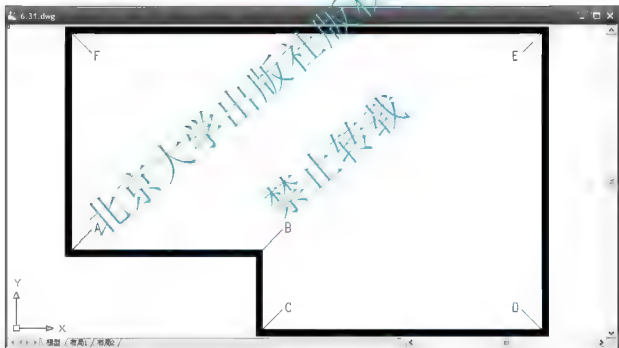
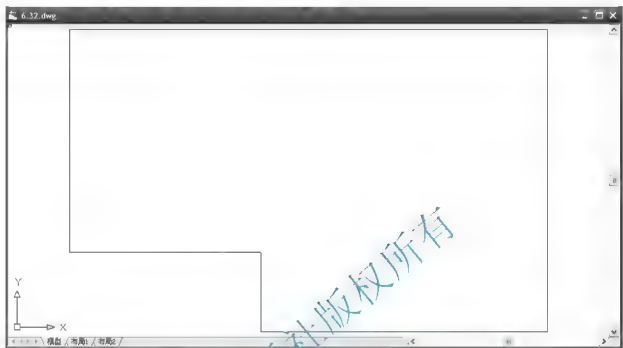

图 6.31 调整视图为俯视图
图 6.32 绘制屋面的轮廓
(1) 改变当前图层: 建立【屋面】图层并将其设为当前层, 然后将【门窗框】、【玻璃】、【勒脚】、【墙线】和【轴线】图层关闭。
(2) 选择菜单栏中的【视图】|【二维视图】|【俯视】命令, 将视图调整为俯视图状态, 结果如图 6.31 所示。
(1) 在命令行输入“PL”后按 Enter 键, 启动【多段线】命令。
(2) 在指定起点: 提示下, 捕捉如图 6.31 所示的 A 点作为多段线的起点, 当前线宽为 0mm。
(3) 在指定下一个点或 [圆弧(A)/半宽(H)/长度(L)/放弃(U)/宽度(W)]: 提示下, 依次捕捉图 6.31 中的 B、C、D、E 和 F 点。
(4) 在指定下一点或 [圆弧(A)/闭合(C)/半宽(H)/长度(L)/放弃(U)/宽度(W)]: 提示下, 输入“C”后按 Enter 键。
(5) 将【墙】图层关闭, 结果如图 6.32 所示。